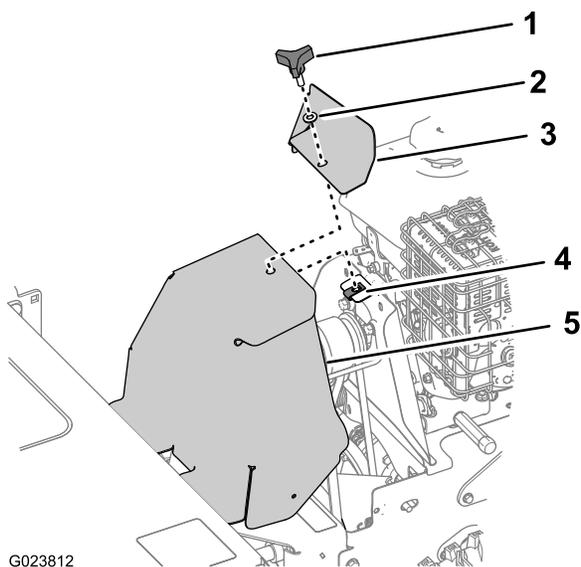

Figure 38
- Enlevez le bouton et la rondelle qui fixent le capot moteur et le couvercle de courroie sur la machine (Figure 38).
3. Alignez le couvercle de la courroie et le capot moteur sur la machine et l'écrou d'ancrage (Figure 38).
4. Fixez le couvercle de la courroie et le capot moteur à la machine avec le bouton et la rondelle (Figure 38).